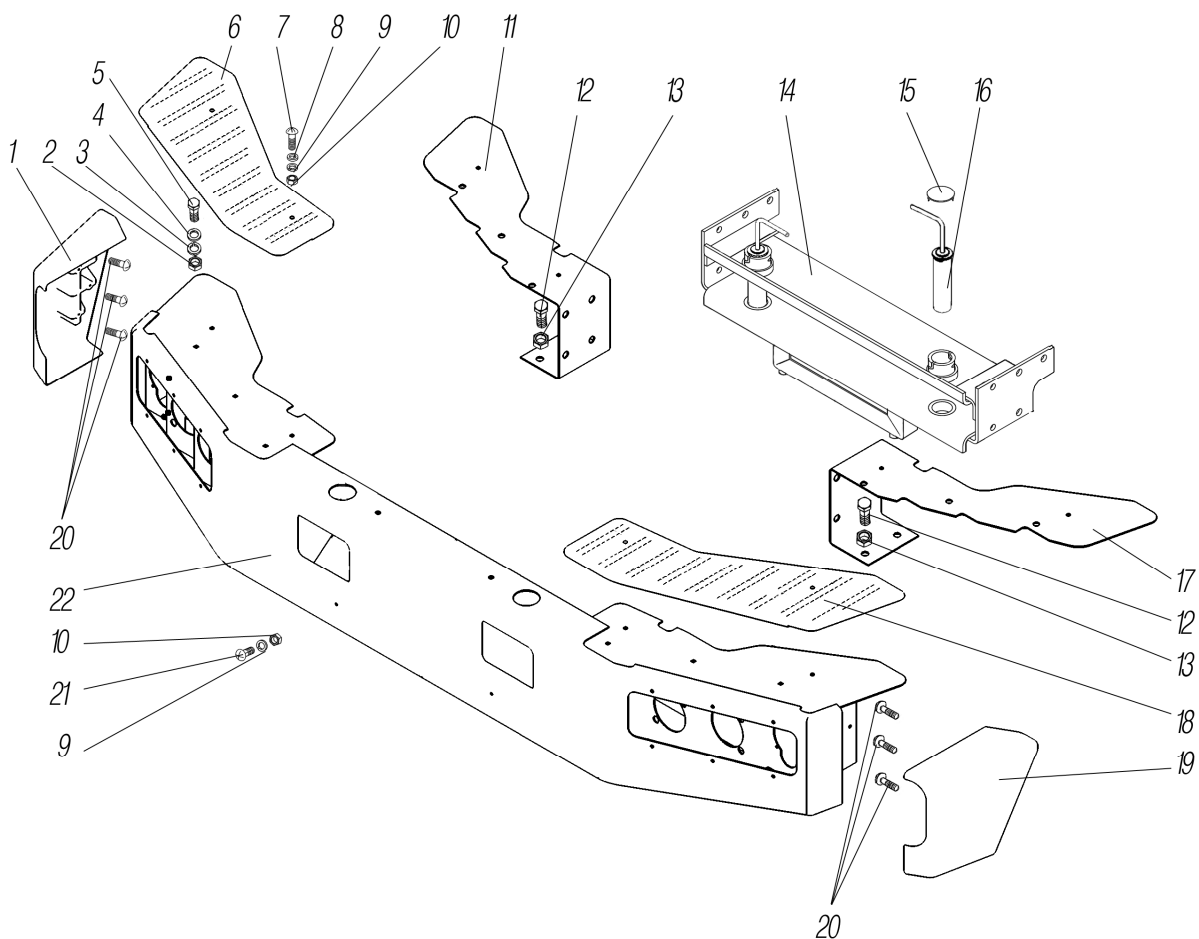

Рисунок 3.3
*⁴ См. рисунок 3.3, 3.4
See figure 3.3, 3.4